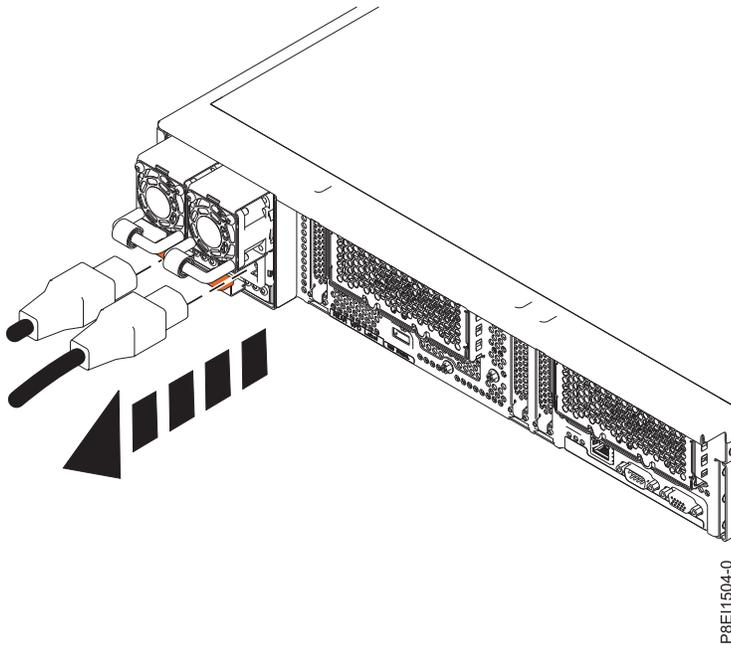

図 128. 8335-GTA システムまたは 8335-GCA システムからの電源コードの取り外し
4. 電源コードをシステム装置から切り離します。図 138 ページの図 128 を参照してください。